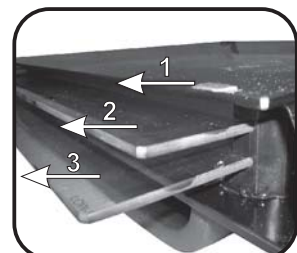

Abbildung 6
- * Für Pyrolyse Backöfen entfernen Sie bitte auch das 2. und 3. Backofenglas. (Abbildung 6)